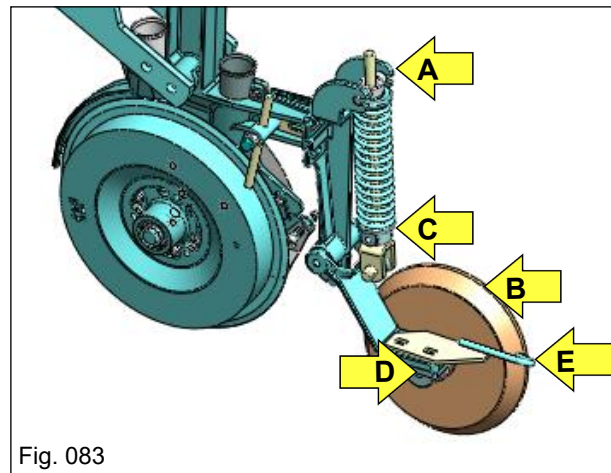

Fig. 083
5.1.1 - Componentes do Conjunto da Roda compactadora (Fig. 083)
Para efetuar a pressão do kit sobre o solo, solte o parafuso "C" (Fig. 083) que fixa a bucha inferior da haste, pressione o braço da roda compactadora para cima e prenda a bucha inferior na haste. Efetue a mesma regulagem para todas as linhas da semeadora.
Para efetuar a regulagem do ângulo de cobertura do sulco, solte a porca do eixo da roda "D" (Fig. 083) até que a castanha dentada fique livre para movimentar o conjunto da roda. Posicione a roda no ângulo ideal e aperte a porca do eixo da roda novamente. Efetue a mesma regulagem em todas as linhas da semeadora.
A roda compactadora de ferro possui uma haste limpadora "E" (Fig. 083) que deve trabalhar rente à roda de ferro. O ajuste deve ser efetuado sempre que a haste apresentar desgastes ou quando for alterado o ângulo de cobertura da roda compactadora. Efetue o mesmo procedimento de ajuste do limpador em todas as linhas da semeadora.